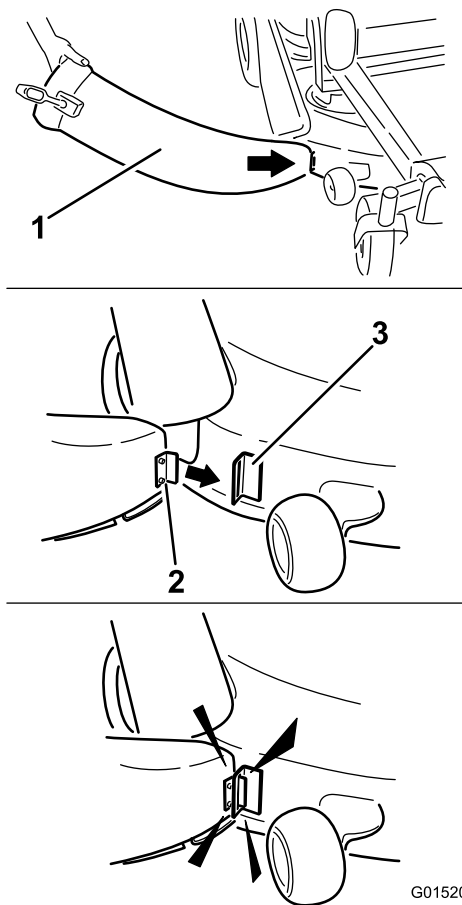

Figure 24
1. Inclinez la languette en métal à l'avant de la goulotte dans la fente du support qui est soudé au plateau de coupe (Figure 24).